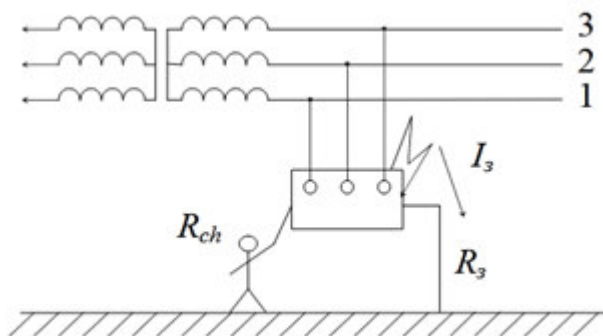

Рис. 1 - Схема включения человека в электрическую цепь ( $U = 380/220$  В)
1. Рассчитать ток, проходящий через человека, стоящего на мокром полу в обуви с кожмитовой подошвой и касающегося заземленного корпуса установки, находящейся в аварийном режиме (рис. 1). Установка питается трехфазным напряжением от сети с изолированной нейтралью. Сделать вывод относительно опасности такого прикосновения.